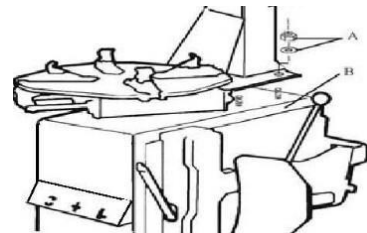

figure 3
- Dévisser l'écrou A sur le corps de l'armoire B comme indiqué sur la Fig 3. Soulever la colonne C ; montez-le sur le corps de la machine B en utilisant l'écrou A à travers le boulon situé sur le corps de la machine B. Si la colonne se desserre après une période d'utilisation, serrez-les immédiatement. Sinon, le résultat d'endommager le pneu peut se produire.